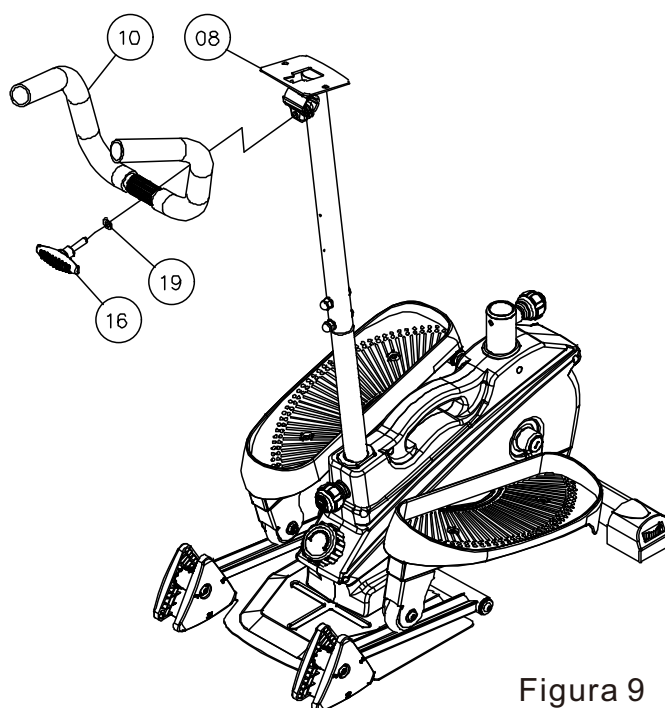

Figura 9
9. Utilizzare la manopola a T n. 16 e la rondella piana n. 19 per fissare il gruppo maniglia n. 10 sull'assieme del montante anteriore n. 08. La serratura della manopola a T può essere regolata per modificare l'angolo della maniglia. Come mostrato nella Figura 9: